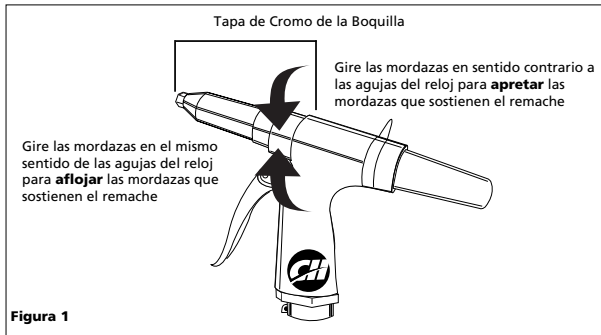

Figura 1
1. Sostenga la pistola con el extremo de la boquilla dirigida en dirección opuesta a usted. Quitele la tapa de cromo a la boquilla (Vea la Figura 1).
3. Gire las mordazas **en sentido contrario a las agujas del reloj** para apretar las mordazas que sostienen el remache. Gire las mordazas **en el mismo sentido de las agujas del reloj** para aflojar las mordazas que sostienen el remache (Vea la Figura 1).